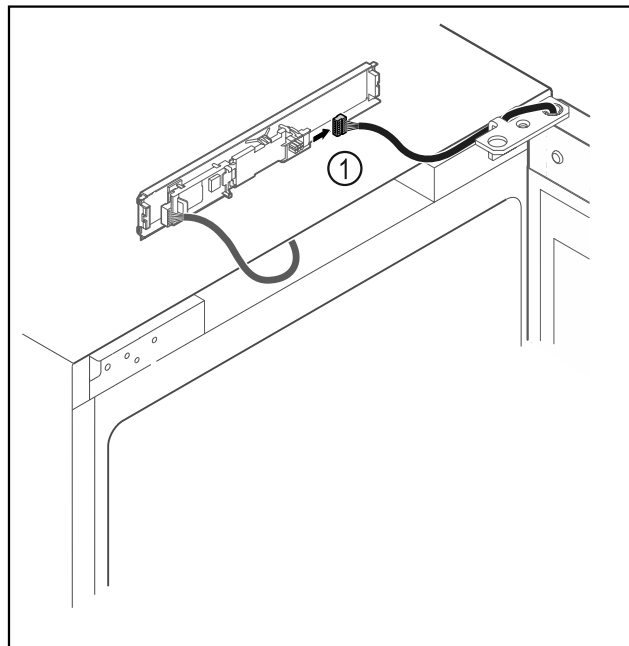

Fig. 18
- ▶ Αποσυνδέστε το φως Fig. 18 (1) από την πλακέτα.